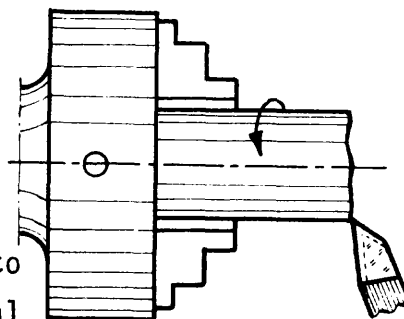

Fig. 7
- a Haga la herramienta tocar en el punto más sobresaliente de la cara del material (fig. 7) y tome referencia en el anillo graduado del carro porta-herramientas.